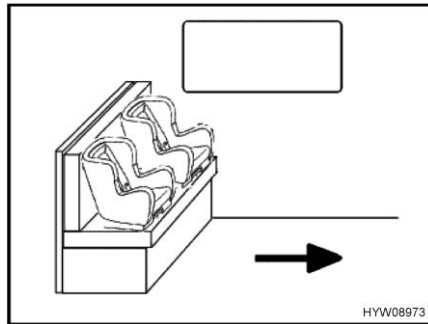
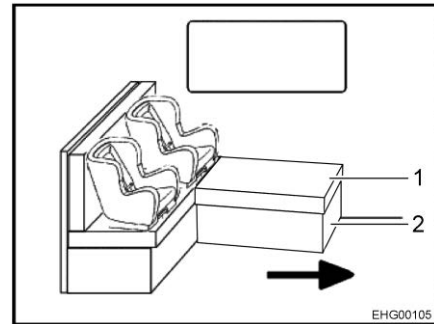

Fig. 23 Sièges pour enfants sur la banquette
Fig. 24 Siège pour enfant sur la banquette en L
La flèche dans les Fig. 23 et Fig. 24 indique le sens de marche.
- Retirer le coussin (Fig. 24,1) si nécessaire.
- Replier si nécessaire (Fig. 24,2) le cadre du coffre.